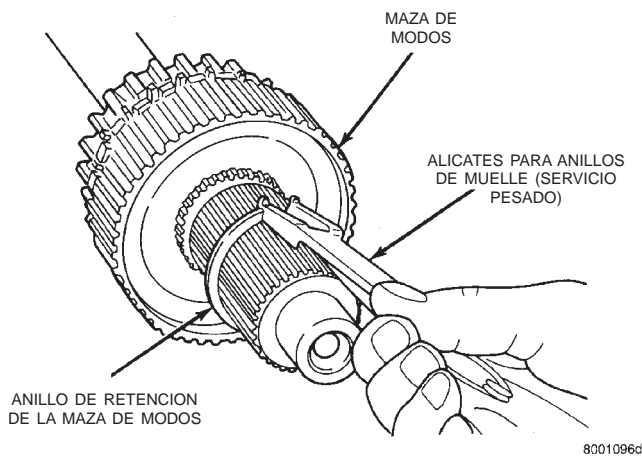

Fig. 28 Desmontaje del anillo de retención de la maza de modos
- (1) Retire el anillo de retención de la maza de modos con alicates para anillos de muelle de servicio pesado (Fig. 28).